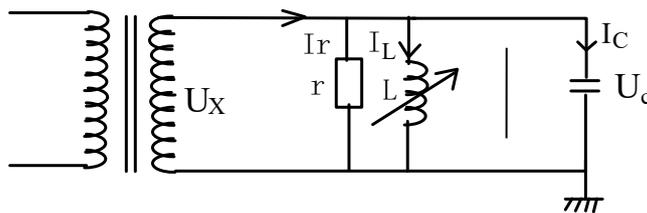
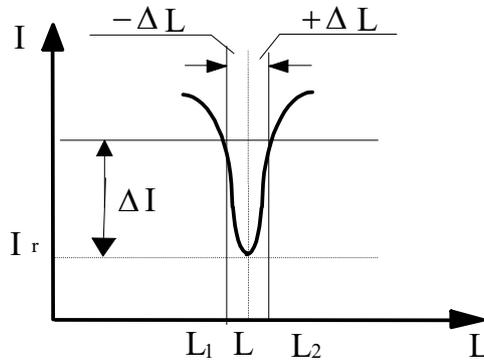

图 4 并联谐振回路原理图
图 6 并联谐振特性曲线
并联谐振电路原理见图 4，向量图见图 5。
并联谐振是电流补偿方式，谐振特性曲线见图 6，图 4 中的电流：
当图 4 中的 L 调节至谐振点电感量 L0 时, XL=XC, IL=IC 此时即实现了完全并联谐振, 见图 6, L0 与 (2) 式相同。并联谐振时, 电源供给的电压 UX 与试验电压相同, 由于无功电流完全补偿抵消, 电源仅提供 COSΦ=1 的 IX=Ir 补偿谐振回路的综合有功损耗, 便可激发并维持稳定的谐振。